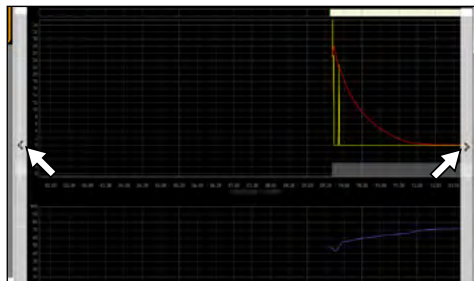

Fig. 10
- ▶ Para desplazar el intervalo de tiempo mostrado (eje x), mover el puntero del ratón en el margen izquierdo o derecho de la ventana del gráfico. Aparecerán flechas con las que se podrá mover el campo mostrado hacia la izquierda o hacia la derecha (Fig. 10).